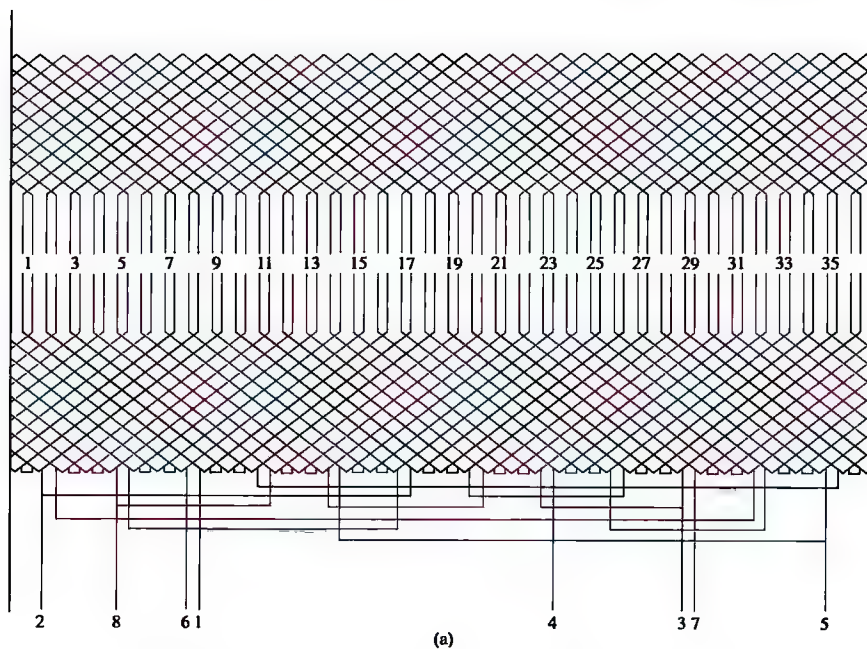

图 2-16 36 槽 8/2 极、Y/2 Δ 接法绕组 (一)
16. 36 槽 8/2 极、Y/2 Δ 接法绕组展开图、接线圆图与接线简图 (2) (见图 2-16)